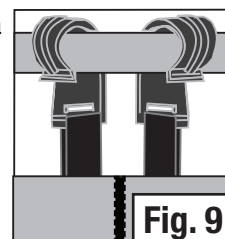

Fig. 9
- Fixez le haut du moustiquaire à l'armature à l'aide des crochets et des boucles fournis. (Fig. 9 & 10)